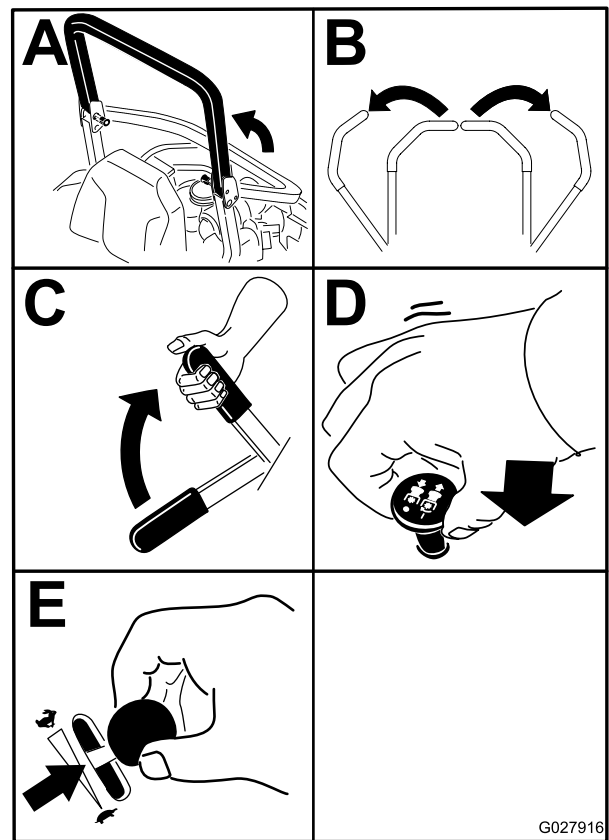

Bild 17
4. Stellen Sie den Zapfwellenantriebsschalter (ZWA) auf die Aus-Stellung (Bild 17).